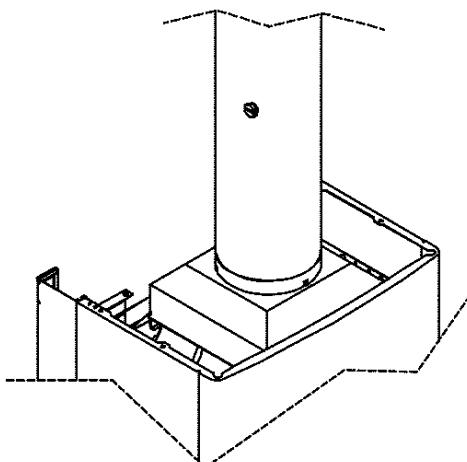

Рис. 2.22
- Проделайте отверстие на прямолинейном участке дымохода, после выхода из кожуха дымоуловителя на расстоянии не ближе 250 мм (в соответствии с предписаниями Действующих Стандартов – Рис. 2.22);